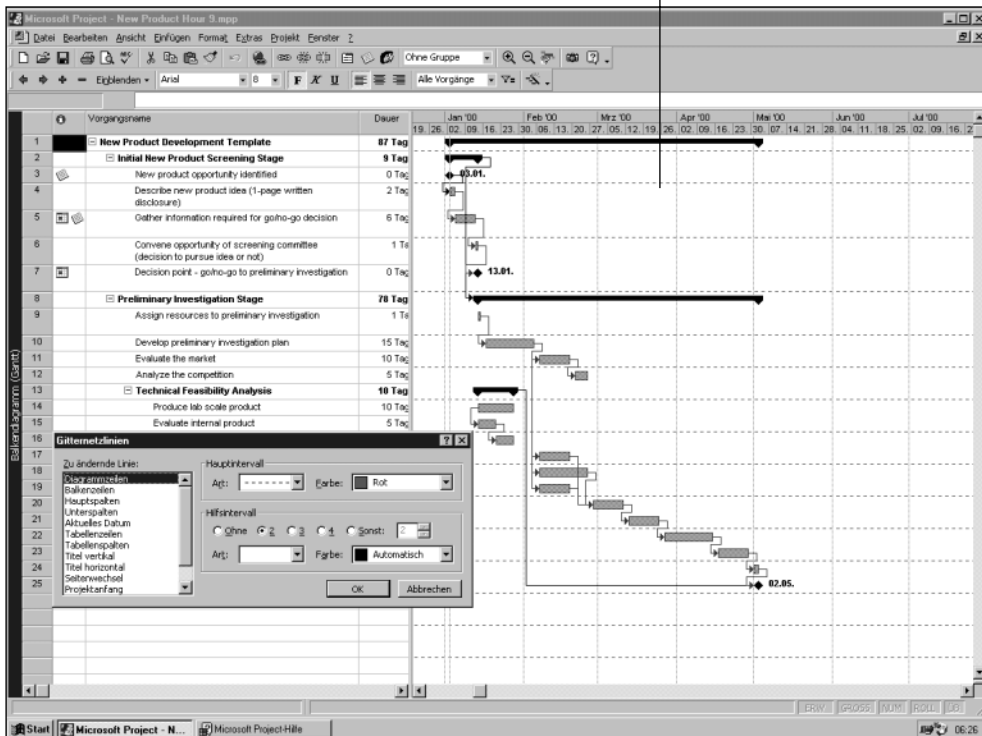

Abbildung 9.5:
1. Wählen Sie **FORMAT, GITTERNETZLINIEN** im Menü. Das **GITTERNETZLINIEN**-Dialogfenster erscheint (siehe Abbildung 9.5).